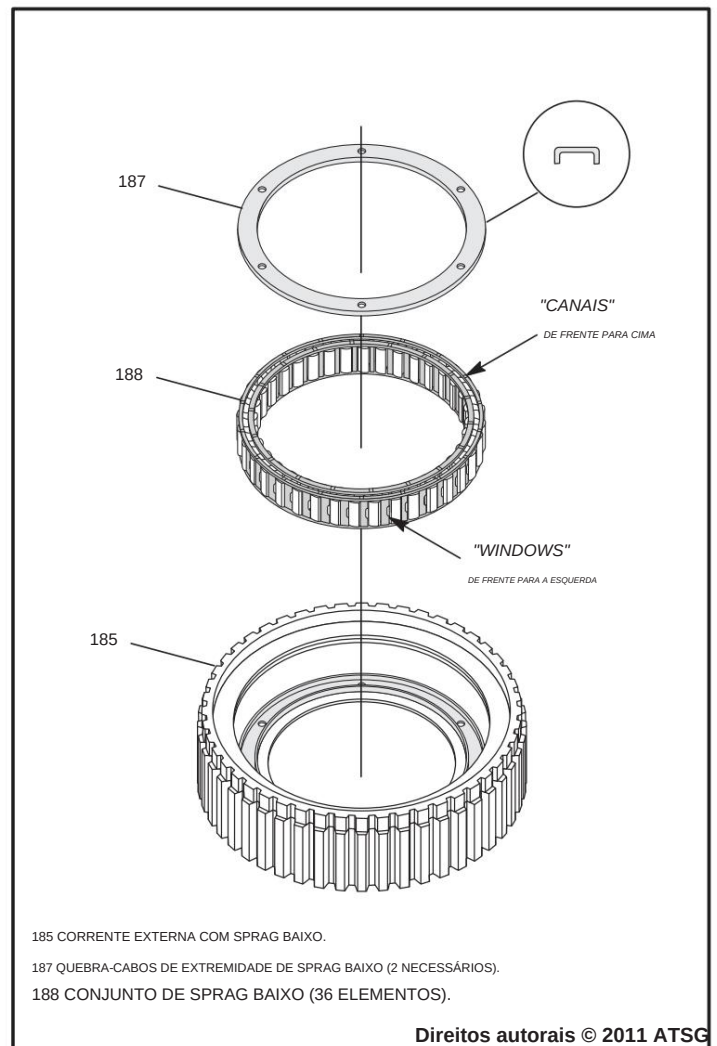

Figura 69
9. Instale o segundo rolamento da extremidade inferior do suporte com o lábios voltados para baixo, conforme mostrado na Figura 69.